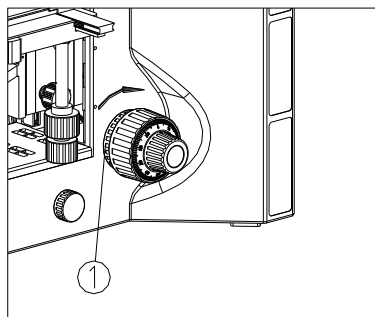

图 23
如果在粗调焦时手感很重, 不舒适或者调焦后样品很快离开焦平面, 载物台自行下降, 这些可通过调节松紧调节手轮①来解决。按图示箭头方向旋转松紧调节手轮①即可改变调焦机构的轻重。(如图 23)